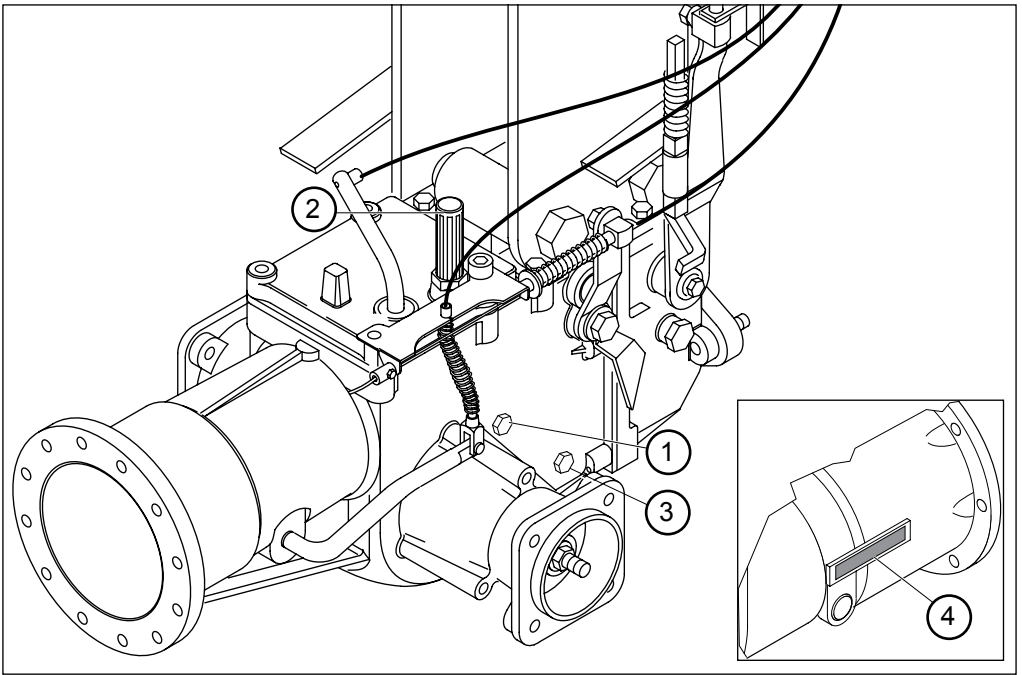

Fig. 8
**Fig. 8 - Sostituzione olio cambio.** - 1) Tappo livello olio. - 2) tappo di sfianto; togliendo il tappo di sfianto, dal suo foro di fissaggio al cambio, è possibile rabboccare o sostituire l'olio del cambio. - 3) Tappo scarico olio cambio (è posizionato sul lato opposto a quello rappresentato sulla figura). - 4) Numero di matricola della macchina.